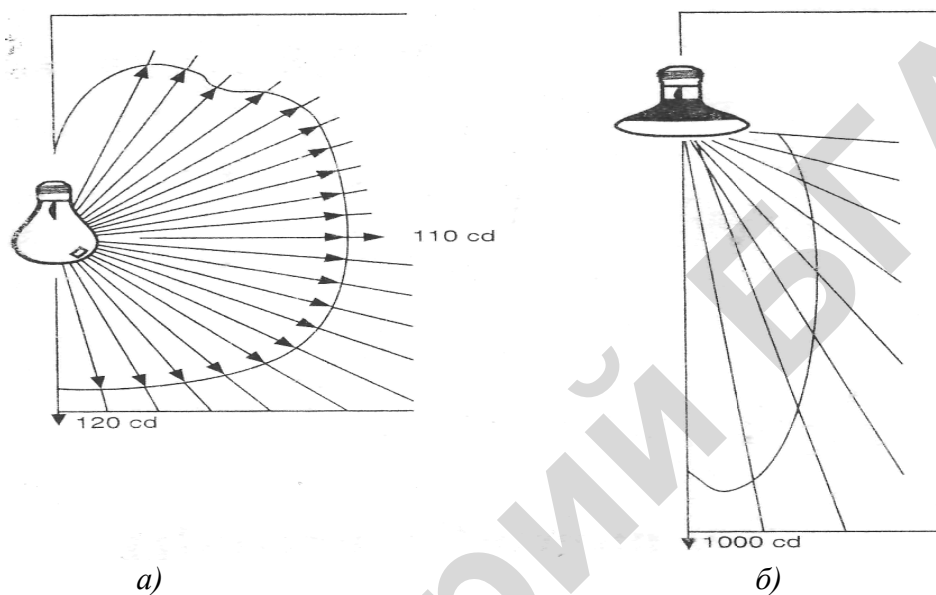

Рис. 5. Сила света от ламп накаливания (распределение)
На рис. 5 показана проверочная (тестовая) кнопка (Т), которая имитирует ток повреждения через резистор ( $R_p$ ). Это позволяет производить постоянное тестирование функциональной защиты устройства остаточного тока.
**Световой поток** выражается в люменах (сокращенно «lm») и представляет собой весь свет, который излучается источником. Однако поток света неодинаков во всех направлениях (рис. 5).
Лампы накаливания не дают одинаковой силы света во всех направлениях. Обычная лампа 100 Вт, 1000 ч, дает силу света 120 cd вдоль продольной оси и около 110 cd под прямым углом к оси лампы (рис. 5, а).
Лампа 100 Вт с рефлектором 35° излучает весь свет почти в одном направлении с силой света 1000 cd – в направлении продольной оси благодаря рефлектору (рис. 5, б).